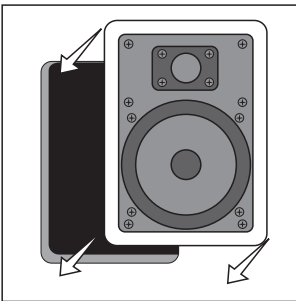
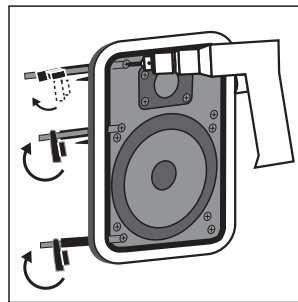

FIGURE 13
FIGURE 14
- Loosen the rotating wall clamps by unscrewing them. Make sure that the rotating wall clamps are flipped inwards so that your speaker fits into your cutout without nicking your wall. Then place the speaker carefully into the cutout [figure 13]. If you have a level, use it to help you correctly align the speaker. Tighten the wall clamp screws with a screwdriver. This will rotate the wall clamps and secure the speaker to the wall. Hint—on the RC55*i*, RC65*i* and RC85*i* models, tighten the center screws before tightening the corners for the most flush fit to your wall. *Do not overtighten the wall clamp screws* [figure 14].
- Desserrez les crampons rotatifs en les dévissant. Assurez-vous que les crampons rotatifs sont dirigés vers l'intérieur de façon à ce que votre haut-parleur puisse pénétrer l'embrasure sans érafler le mur ou le plafond. Placez ensuite délicatement le haut-parleur dans l'embrasure [figure 13]. Alignez correctement le haut-parleur à l'aide d'un niveau. Resserrez les vis des crampons avec un tournevis. Cela fera tourner les crampons et fixera solidement votre haut-parleur au mur ou au plafond. Conseil : pour les modèles RC55*i*, RC65*i* et RC85*i*, resserrez les vis du milieu avant de ressermer les vis des coins – le haut-parleur sera ainsi mieux affleuré. Ne serrez pas trop les vis des crampons [figure 14].